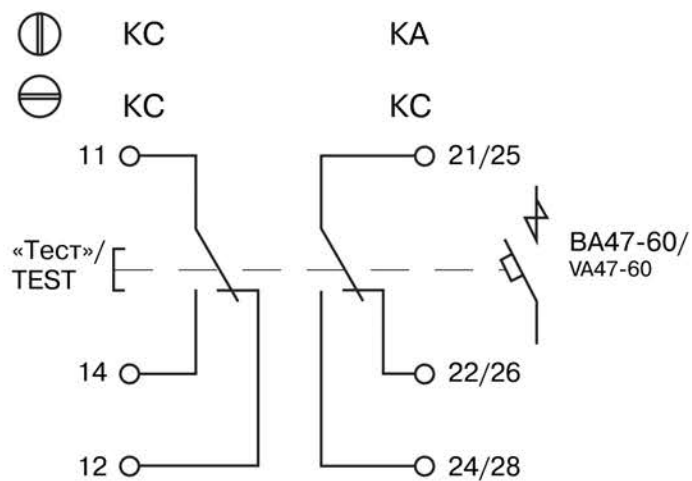

Рисунок 1. Схема электрическая принципиальная и положение поворотного переключателя в зависимости от режимов КС/КС или КС/КА.
- в режиме «КС/КС» (положение поворотного переключателя см. рисунок 1 Приложения 1) перевести рукоятку взвода автоматического выключателя в положение «I» и нажать кнопку «Т» устройства, при этом устройство должно сработать и в окошке сигнализации состояния появиться синий флажок;
- в режиме «КС/КА» (положение поворотного переключателя см. рисунок 1 Приложения 1) перевести рукоятку взвода автоматического выключателя в положение «I» и нажать кнопку «Т» устройства, при этом устройство должно сработать и в окошке сигнализации состояния появиться синий флажок.